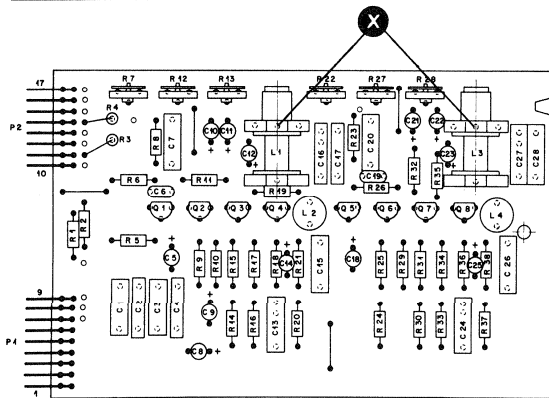

Fig. 6.4.—5
- NF-Millivoltmeter an Messpunkt (X) des jeweiligen Aufnahmekanals anschliessen (Fig. 6.4.-5), siehe auch Schaltbild 1.177.230.
- Mit Reglern BIAS TRAP CH1 und CH2 auf Spannungsminimum einstellen (<350 mV), Fig. 6.4.-4.
- Connect millivoltmeter to the test point (X) of the respective recording channel (fig. 6.4.-5). Refer to circuit diagram 1.177.230.
- Adjust the controls BIAS TRAP CH1 + CH2 to obtain a minimum voltage indication (< 350mV), fig. 6.4.-4.
- Branchez un millivoltmètre BF au point de mesure (X) de chaque canal d'enregistrement (fig. 6.4.-5), voyez également le schéma 1.177.230.
- Réglez les BIAS TRAP CH1 et CH2 au minimum de tension (< 350mV), fig. 6.4.-4.
- Mit Justierschraube (R) (Fig. 6.4.—6) Pegelmaximum einstellen. Anzeigeverzögerung beachten, deshalb besonders langsam einstellen.
- Betriebsartenschalter OUTPUT (22) auf Stellung MONO.